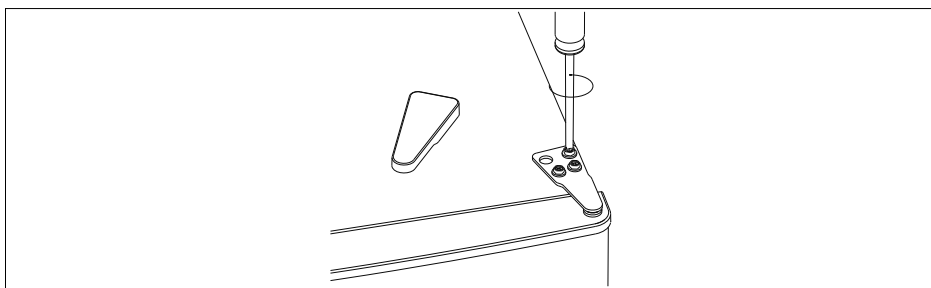

Abb. 3
- ▶ Lösen Sie die drei Schrauben am oberen Scharnier (12) mit einem Kreuzschraubendreher (siehe **Abb. 3**).